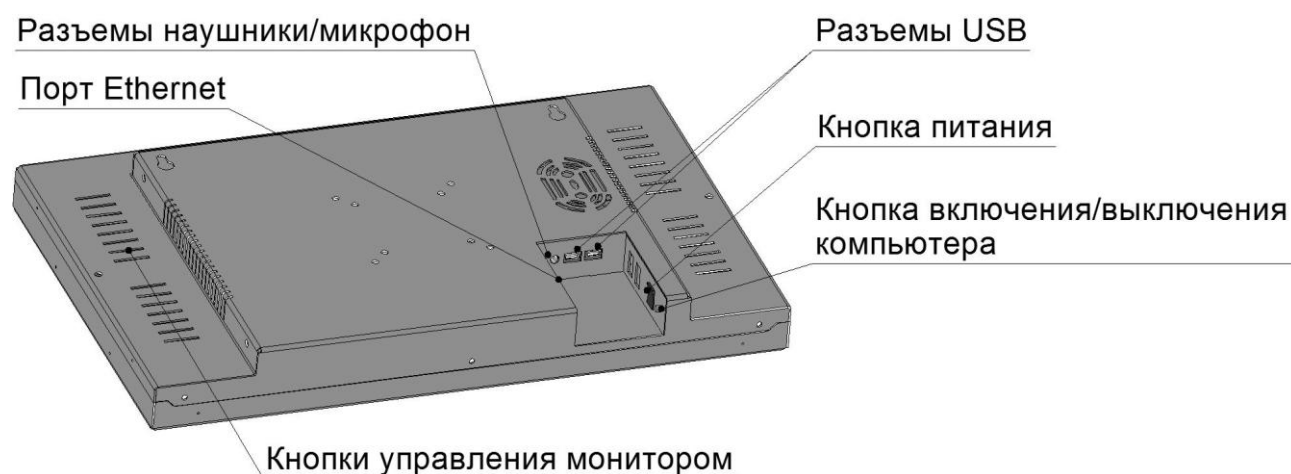

Рис.9 Разъемы и кнопки на задней панели терминала
- Включите кнопку питания на задней панели терминала (рис.9).
- Если терминал не запустился (это зависит от настроек системы BIOS терминала), то нажмите кнопку включения/выключения терминала, расположенную под кнопкой питания (рис.9). Если терминал не запускается, проверьте, есть ли на напряжение в сети (розетке) электропитания. При наличии напряжения в сети, обратитесь к пункту 7.1 данного руководства - Устранение неполадок. Если после выполнения инструкций пункта 7.1 данного руководства запустить терминал так и не удалось, обратитесь в службу поддержки нашей компании.
Кнопки управления видеорежимами монитора расположены внутри корпуса терминала. Доступ к ним осуществляется через вентиляционные отверстия на задней стенке (рис.9), при этом необходимо использовать тонкий неострый предмет (например, отвертку или стержень шариковой ручки).
Сенсорный киоск имеет возможность подключения к сети Internet, используя стандартный порт 10/100 Ethernet на задней панели терминала (рис.9). В случае, когда невозможно подключение к сети 10/100 Ethernet, в качестве опции устанавливается беспроводной сетевой адаптер, позволяющий выполнить подключение к беспроводным сетям Wi-Fi. Подключение адаптера производится с использованием стандартного интерфейса USB 2.0 на плате компьютера внутри корпуса или на задней панели киоска.